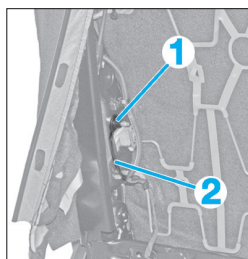

Fig. 7
- Déposer l'écrou (1) (Fig.7).
- Dégager le câble de masse (2).